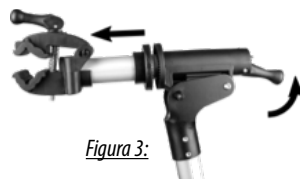

Figura 3:
Nel caso in cui si desideri fissare la bicicletta in una posizione diversa o ad es. dal cannotto reggisella, è possibile ruotare il morsetto per telaio. A tale scopo occorre allentare il bloccaggio del meccanismo rotante spingendo verso l'alto la leva piccola (pos. 10 dello schema), quindi sollevando la leva di bloccaggio (pos. 11 dello schema). Così facendo si libera la dentatura del meccanismo rotante, figura 3.